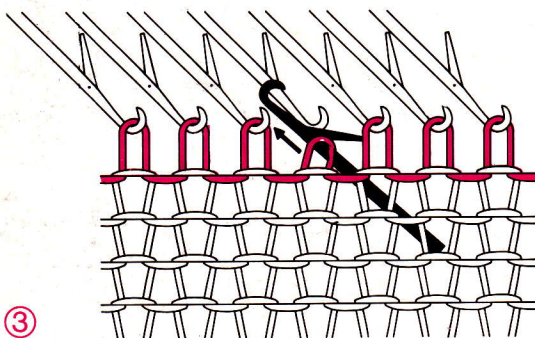

Fig. 196
- Pousser à nouveau le remailleur vers l'avant, de sorte que cette nouvelle maille glisse derrière le clapet et que le fil transversal soit dans le crochet. Tirer le remailleur vers l'arrière et ainsi de suite jusqu'en haut du tricot (fig. 196),